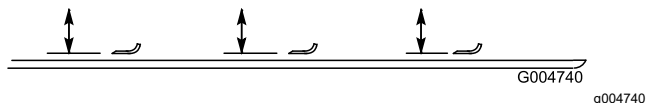

Figure 109
4. Tournez la lame dans le sens longitudinal et mesurez la distance entre l'intérieur de l'unité de coupe et le tranchant à l'avant de la lame (Figure 109).